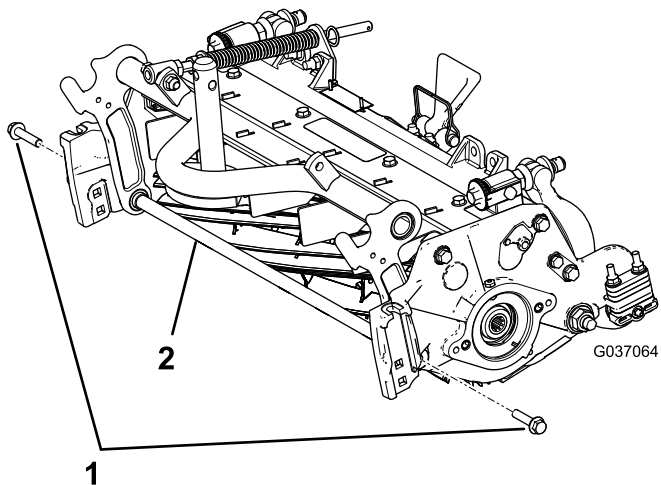

Рисунок 5
- A. Выверните два болта с фланцевыми головками, которые крепят несущий стержень, и снимите несущий стержень (Рисунок 5).